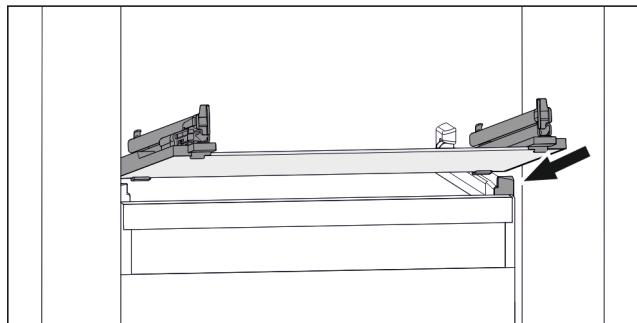

Fig. 88 Примерное отображение стеклянной пластины
- ▶ Наклоняя вниз, установите стеклянную пластину за стопоры. (см. Fig. 88)